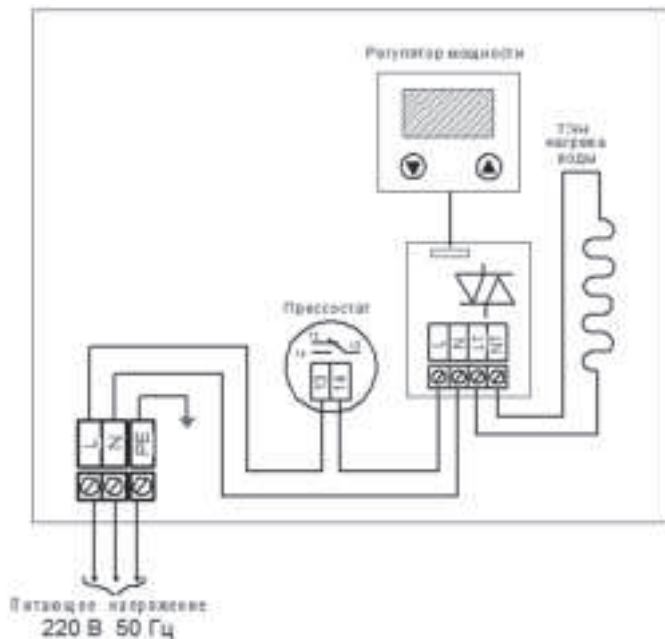

Рис. 3. Электрическая схема подключения запорника
1.4.5. Электрическая схема подключения запарника на рис. 3.
- Снять переднюю панель основания, пропустить электрический кабель для подключения через кабельный ввод с задней стороны Изделия и через технический зазор в корпусе между баком и наружной стенкой. Выполнить подключения Изделия к электрической сети в соответствии с настоящим Руководством по эксплуатации и электрической схемой (Рис.3). Установить на место декоративную переднюю панель основания.